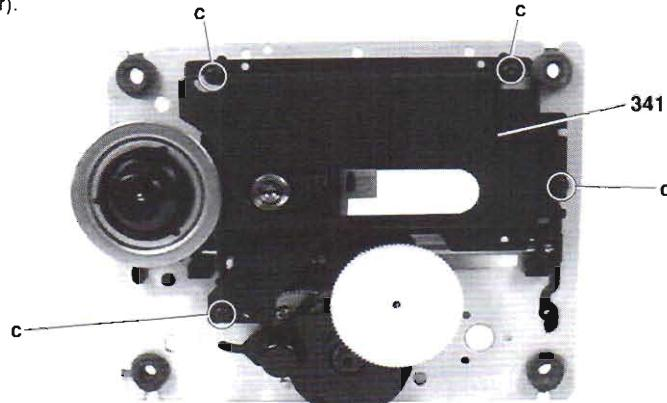

Fig. 9
**13. Lasereinheit ausbauen (Fig. 9, 10, 11 und 12)**
- 4 Schrauben c herausdrehen und Abdeckblech 341 abnehmen (Fig. 9).